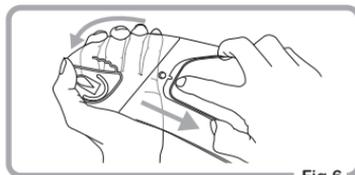

Fig.6
- ④ Descole a película protetora da lente original Pinlock®.
- ① Retire a viseira do capacete.
- ② Retire a lente original Pinlock® das cavilhas excêntricas dobrando a viseira. (Fig.6)